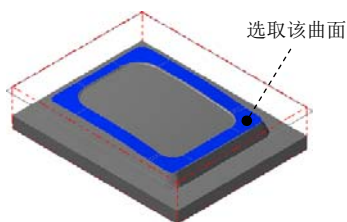

图 5.13 定义附着曲面
(1) 选择下拉菜单 **绘图(C)** → **曲面曲线(V)** → **所有曲线边界(A)** 命令。
(2) 定义附着曲面。在图形区中选取图 5.13 所示的面为附着曲面，然后在“标准选择”工具栏中单击 按钮完成附着曲面的定义，同时系统弹出“创建所有边界线”工具栏。
(3) 单击 按钮完成所有边界的创建。